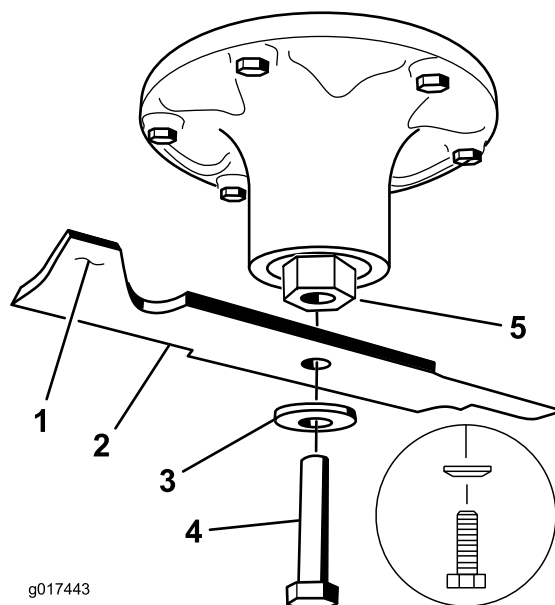

Figure 78
2. Enlevez de l'axe, le boulon, la rondelle bombée et la lame (Figure 78).